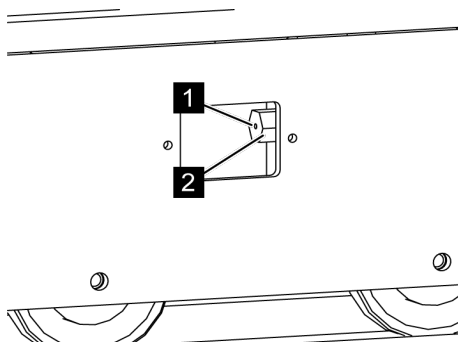
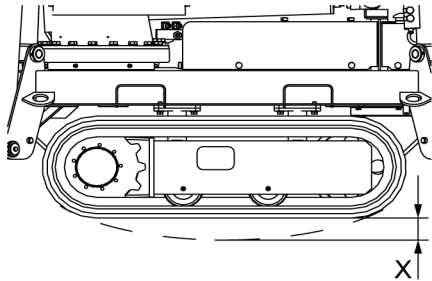

Fig. 100: Injecter la graisse
Fig. 101: Fléchissement X
3. → Injecter avec une pompe à graisse sur le graisseur (Voir la Fig. 100/1) du vérin (Voir la Fig. 100/2), de la graisse multi-usages (N° de réf. 3917/0095), jusqu'à ce que la chaîne pende (Voir la Fig. 101/X) de 10 à 15 mm.
4. → S'assurer qu'il n'y a pas de graisse qui ressorte du graisseur (Voir la Fig. 100/1).